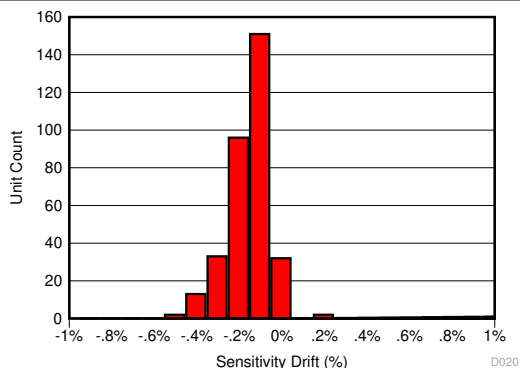
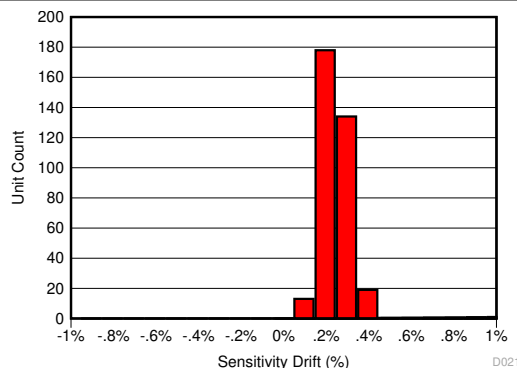
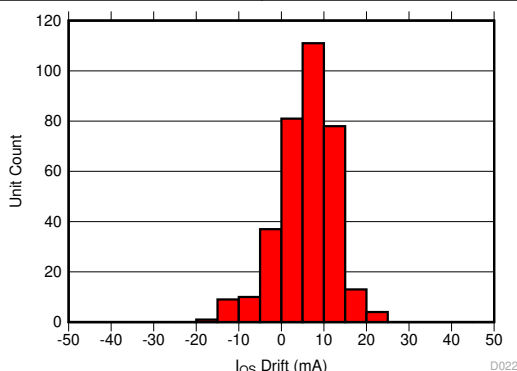

图 9-1. 130°C、85% RH HAST 后的灵敏度误差
图 9-2. AEC-Q100 高温工作寿命应力测试后的灵敏度误差漂移
图 9-3. AEC-Q100 高温工作寿命应力测试后的以输入为基准的失调漂移
TMCS1108 中用于降低温度漂移的相同补偿技术也大大降低了老化、应力和环境条件导致的寿命漂移。由于高工作温度下的老化现象，典型的磁传感器会遭受高达 2% 至 3% 的灵敏度漂移。TMCS1108 极大地改善了寿命漂移，电气特性表针对在三批次 AEC-Q100 认证期间在最坏情况应力测试后测量的总灵敏度误差进行了阐述。AEC-Q100 认证规定的所有其他应力测试产生的灵敏度误差低于指定的值，处于 电气特性表中指定的范围内。图 9-1 展示了在进行最坏情况应力测试 (即 130°C 和 85% 相对湿度 (RH) 条件下的高加速应力测试 (HAST)) 后的总灵敏度误差，而图 9-2和图 9-3展示了在进行 AEC-Q100 规定的 1000 小时、 125°C 高温工作寿命应力测试后的灵敏度和失调误差漂移。该测试模拟了典型的器件寿命操作，表明与典型的磁传感器相比，老化导致的可能的器件性能变化得到了极大的改善。